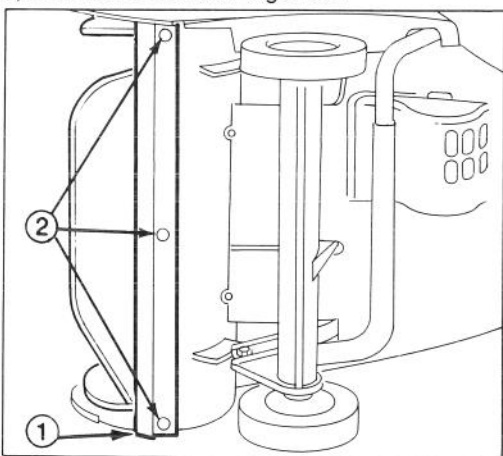

Fig. 7
2. Basculez la déneigeuse sur le côté. Enlevez les écrous de blocage et les boulons de carrossier qui maintiennent la lame en place (Fig. 7). Enlevez la lame du logement.